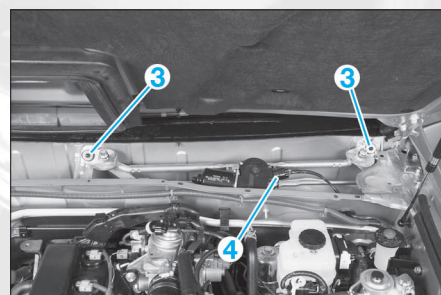

FIG. 25
- Débrancher le connecteur (4) (Fig.25).
- Déposer les vis de fixation (3).